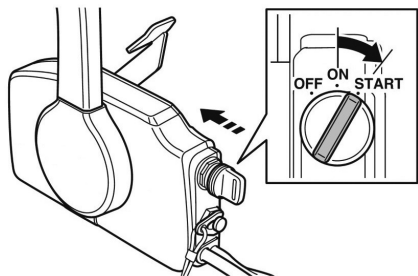

Рис. 31 Запуск холодного двигателя электрическим стартером
3. Удерживая ключ в нажатом положении, одновременно переведите ключ зажигания в положение START (Рис. 31). Электрический стартер начнет проворачивать коленчатый вал двигателя.